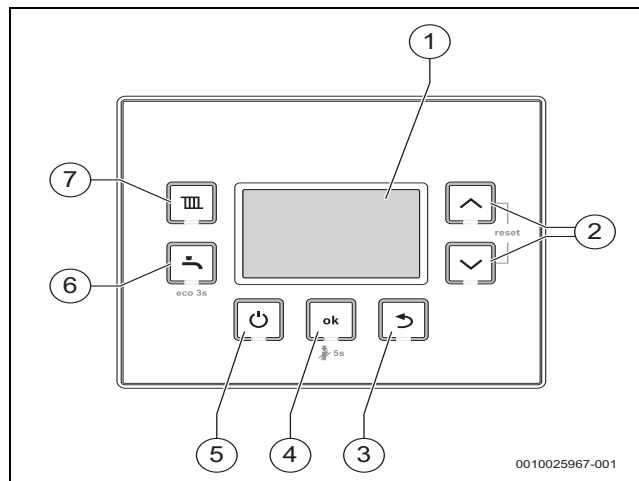

Bild 29 Anzeigen und Bedienelemente des Basiscontrollers Logamatic BC25.2
- Warmwasser-Einstellung über das Menü **WARMWASSER**; Aufruf des Menüs mit Taste „Warmwasser“ (→ Bild 29, [6])
- Heizungs-Einstellung über das Menü **HEIZUNG**; Aufruf des Menüs mit Taste „Heizung“ (→ Bild 29, [7])
- Manueller Betrieb z. B. für Abgastest; Taste „ok“ länger als 3 Sekunden drücken (→ Bild 29, [4])
- Statusanzeige und Störungsdiagnose in einem LC-Display (→ Bild 29, [1])
- Notbetrieb; Taste „ok“ länger als 8 Sekunden drücken (→ Bild 29, [4])